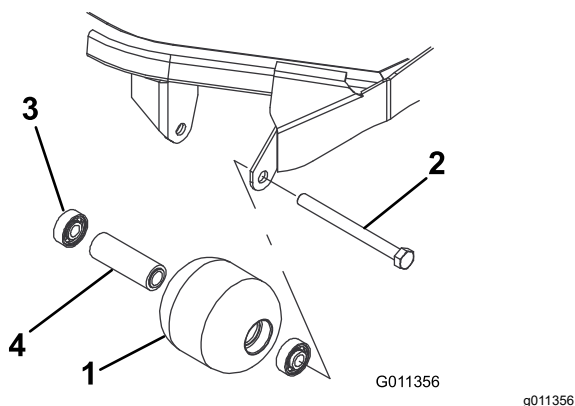

Figura 73
estão danificados (Figura 73). Substitua os componentes danificados e volte a montá-los.
1. Retire o parafuso de montagem do rolo (Figura 73).
1. Introduza o primeiro rolamento na estrutura do rolo (Figura 73). Empurre só a calha externa ou, então, exerça o mesmo tipo de pressão nas calhas interna e externa.
2. Coloque o espaçador (Figura 73)
3. Introduza o segundo rolamento na estrutura do rolo (Figura 73). Exerça o mesmo tipo de pressão nas calhas interna e externa até a calha interna entrar em contacto com o espaçador.